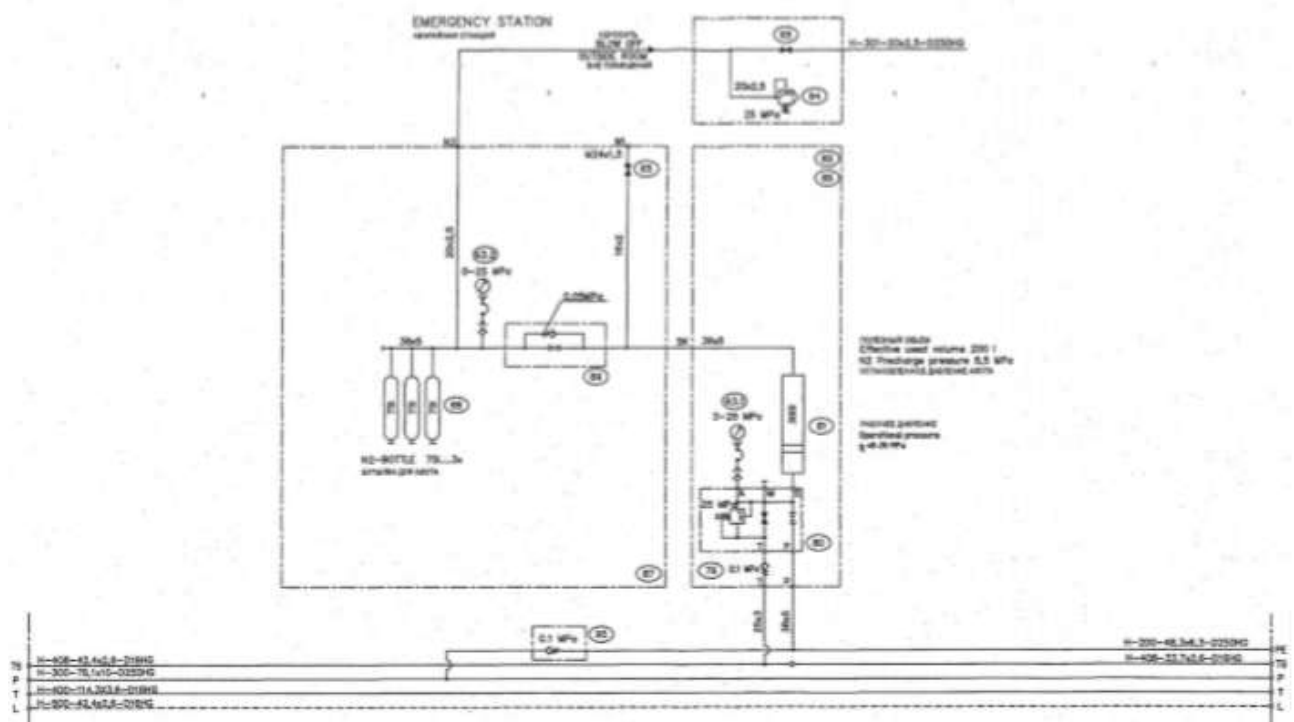

Рисунок 6 – Насосно-аккумуляторная станция
1. Выполнить чертеж насосно-аккумуляторной станции рис.6 и проставить буквенно-цифровое обозначение.
2. Составить схему потоков для рис. 6.
4. Подобрать аккумуляторы для рис. 6.